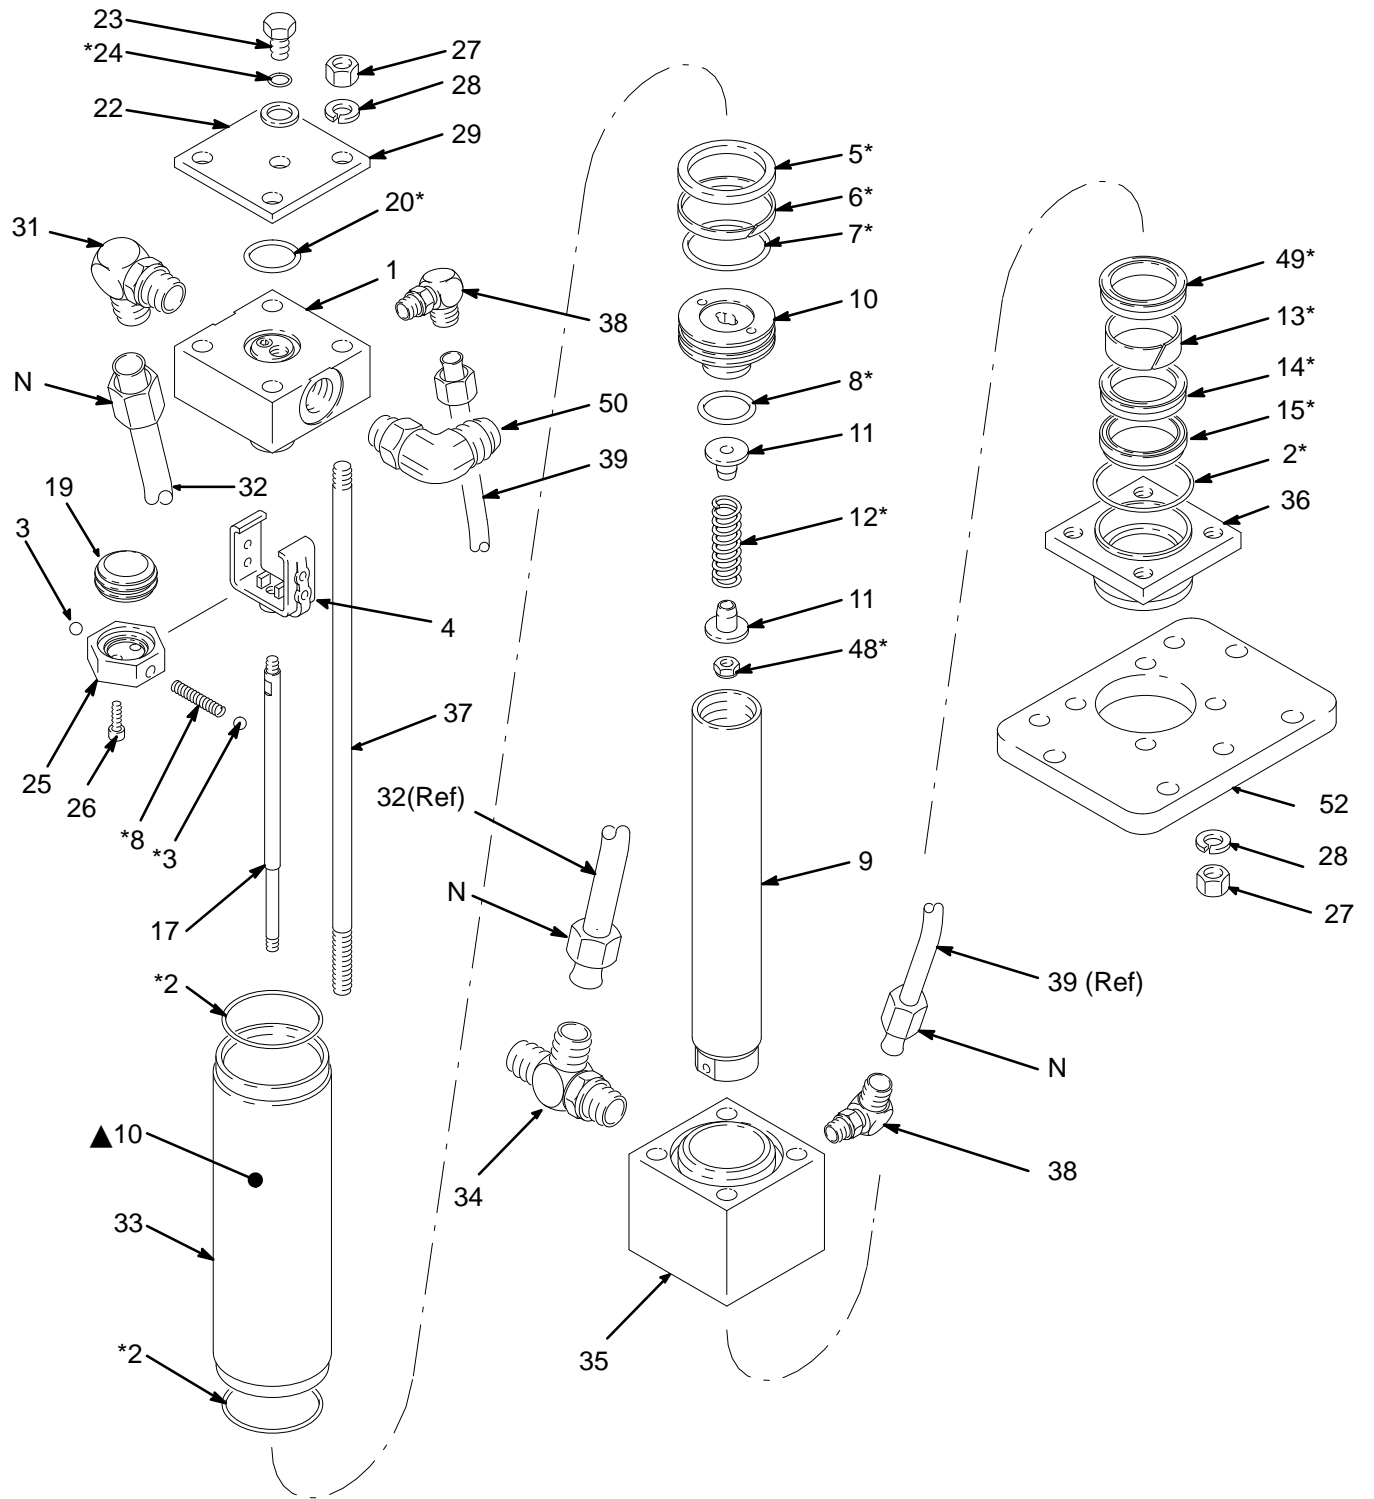

Fig. 1
2. **DESCONECTAR** las barras de conexión (37) del retenedor (36) y la placa de conexión y tirar de ellos a través de la parte superior del motor hidráulico. Será necesario extraer las cuatro tuercas inferiores (27) y las arandelas de seguridad (28).
3. Desenroscar las cuatro tuercas del tubo de fluido (N) y extraer los tubos (32, 39). Ver la Fig. 1. Dejar que drene el exceso de aceite del motor hidráulico y entonces tapar los conectores de fluido.
- b. Insertar el resorte (18\*) y una bola (3\*) dentro del tope de válvula (25). Inclinar el tope de válvula y comenzar a introducirlo dentro de la herramienta, asegurándose de que la bola se vaya deslizando dentro de la ranura redondeada en la herramienta.
- c. Colocar la segunda bola (3\*) al otro extremo del resorte (18\*) y empujarla con el dedo mientras se gira el tope de válvula (25) hasta que el resorte quede en posición horizontal y las bolas en su sitio. Mantener aguantado este conjunto.
- d. Alinear los extremos curvos de la horquilla con la estría del manguito de válvula y entonces apretar firmemente los conjuntos uno contra el otro. Asegurarse que las bolas encajen dentro **DE LOS** agujeros de retén superiores (H) de la horquilla (4) y que los extremos curvos de la horquilla se acoplen a la estría del manguito de válvula (19). Para extraer la herramienta, deslizarla sobre la varilla de disparo (17).
11. Colocar la culata inferior del cilindro (35) en una prensa de banco. Instalar la junta tórica (2\*) en la culata. Colocar el cilindro sobre la culata inferior.
12. Instalar la junta tórica (2\*) en el carrete superior de la válvula (1). Asegurarse que los conectores hidráulicos (31, 34 y 38) estén orientados como muestra la Fig. 1 y entonces deslizar la varilla de desplazamiento (9) y el pistón (16) dentro del cilindro (33) hasta que se asiente en la culata superior.